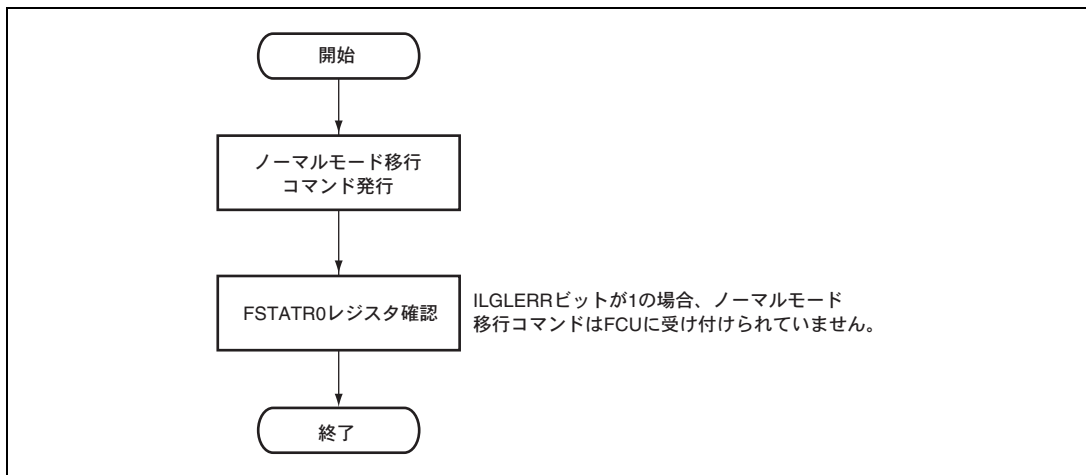

図 25.17 ROM P/E ノーマルモード移行コマンド使用方法
(4) ROM P/E ノーマルモード移行コマンド使用方法
ROM P/E ノーマルモードへの移行方法には、ROM リードモード時に FENTRYR レジスタを設定する方法（「25.6.3 (1) FCU RAM へのファームウェア転送方法」を参照）と ROM P/E モード時にノーマルモード移行コマンドを発行する方法（図 25.17）があります。ステータスリードモード移行、ロックビットリードモード移行コマンドの使用方法もノーマルモード移行コマンドの使用方法和同様です。